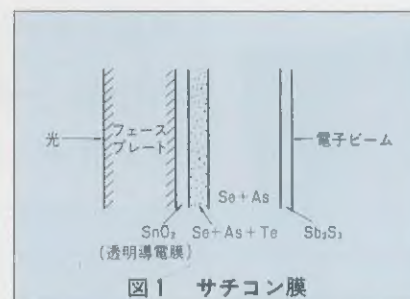

図1 サチコン膜
図1にサチコン膜の構造を示します。サチコン膜の構造上の特長は、(1)阻止形光導電膜、(2)非晶質半導体、(3)ヘテロ(異種)接合をしている点です。(1)阻止形光導電膜の採用により、高感度、低残像であり、しかもカラーカメラに最適な分光感度が得られます。(2)非晶質半導体のため、ざらつきのない解像度の高い画像が得られます。(結晶性の膜の場合は入射光およびホトキャリアの散乱が起り、解像力に限界が生じます) (3)ヘテロ接合の窓効果により、阻止形接合部での光の利用率高く高感度となります。